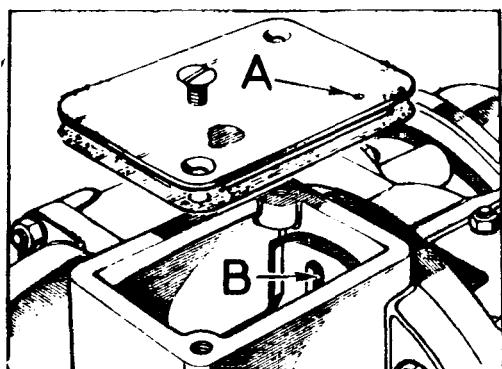

Fig. C-13 Ventilación de la caja de velocidades
- 3.2. Ventilación de la caja de velocidades. El orificio de ventilación está situado en la tapa de inspección, disponiéndose de un solo orificio para las dos cajas, por existir conductos de comunicación, B (Fig. C-13) internos.
- 2.4. Comprobar el nivel de lubricante y llenar, si es preciso, y asegurarse que el agujero de ventilación, A (Fig. C-13), está libre de obstrucciones (Tarea C-1).